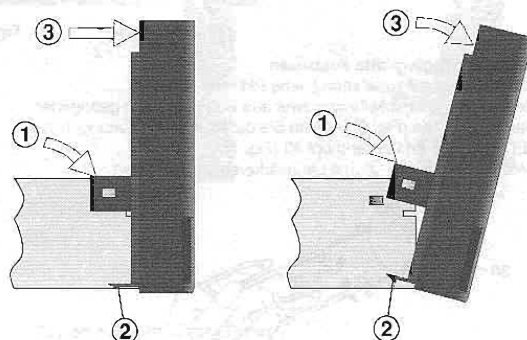

Fig. 3
- Laschen (1) links und rechts der Frontblende sowie 3 Haltezapfen (2) am Gehäuseboden ausrasten (Fig. 3).
- Frontblende vorsichtig nach vorne (3) abziehen (Fig. 3).
- Disengage the two lugs (1) on the left and right of the front panel and three holding hooks (2) on the bottom of the cabinet (Fig. 3).
- Pull the front panel carefully towards the front (3) (Fig. 3).